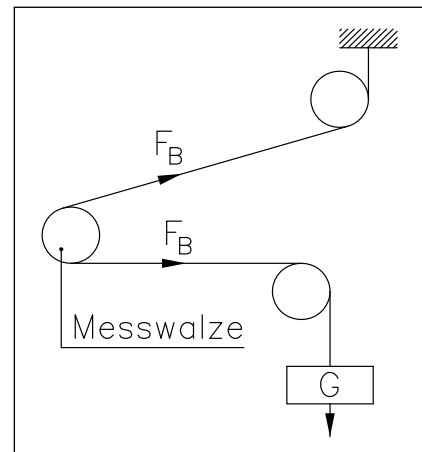

**Bild 5: Statusdiagramm Offsetkompensation**
2. Die LCD-Anzeige zeigt [Offset korrig.] wenn der Prozess abgeschlossen ist (siehe Bild 5: „Statusdiagramm Offsetkompensation“)